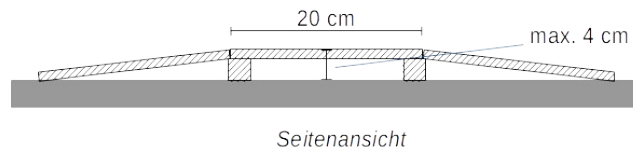

Abbildung 1: Skizze Rampe (Breite der Rampe: 30 cm)
**Strecke** (siehe auch Abbildung 1):